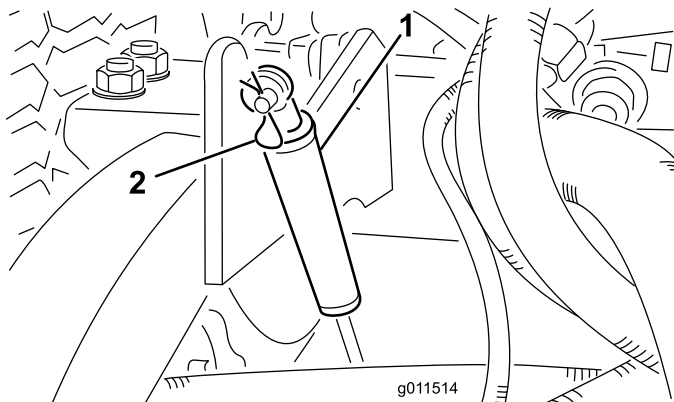

Figure 77
2. Retirez la goupille fendue qui fixe les amortisseurs aux bras de levage (Figure 77). Faites pivoter l'amortisseur vers le carter du tablier de coupe.